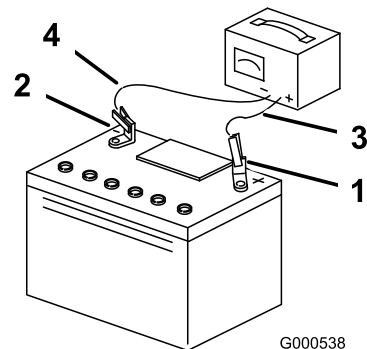

Figura 49
5. Quando a bateria estiver totalmente carregada, desligue o carregador da tomada elétrica e em seguida desligue os cabos do carregador dos bornes da bateria (Figura 49).